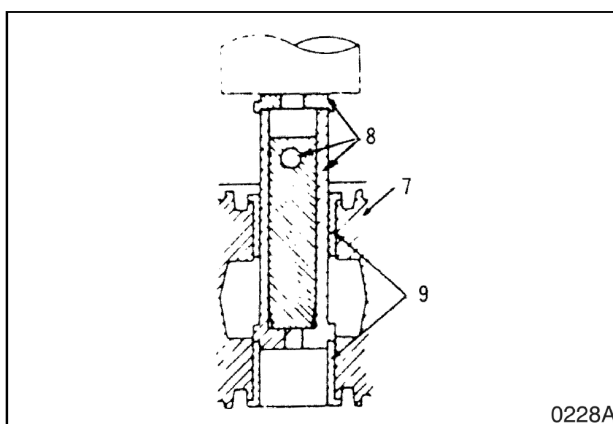

Рис. 24
- Снимите вкладыш (8, рис. 24) с помощью прессы и специального инструмента (ST - 1909).